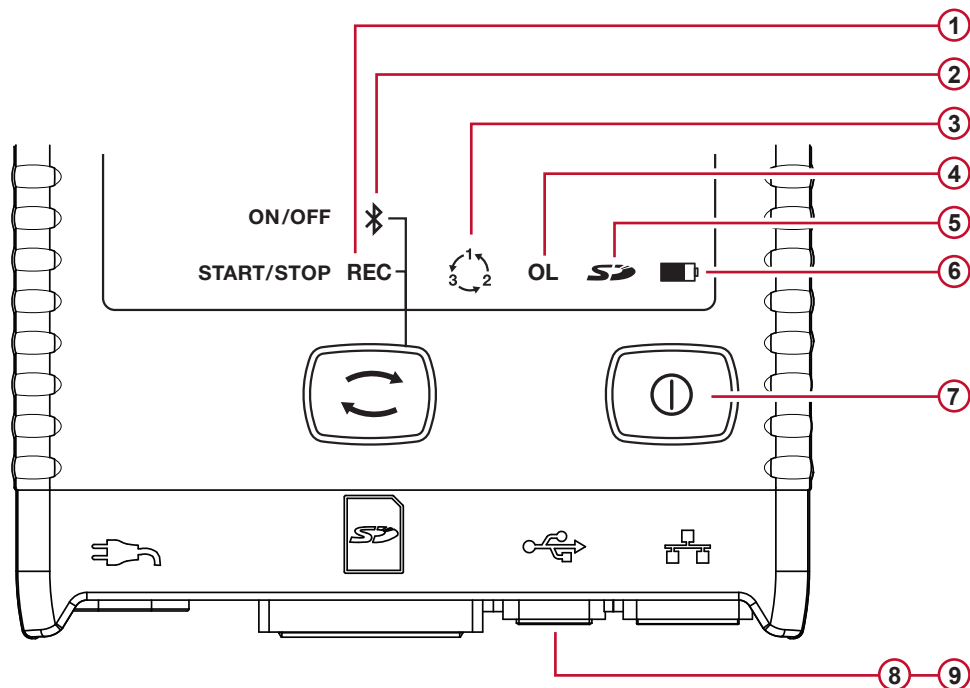

Figura 11
- Le spie REC verde (n°1 sulla Figura 11) si accende 3s e Bluetooth blu (n°2 sulla Figura 11) si accendono successivamente per 3 secondi ognuna. Mentre ogni bottone è acceso, potete impostare la loro funzione nella maniera indicata più avanti.